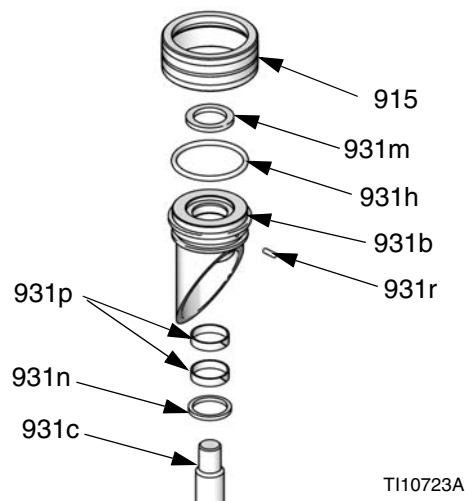

FIG. 37 : Coussinet de tige de piston S20
3. Dévissez le chapeau du cylindre (915) et retirez le boîtier de guide de tige (931b) de la tige de piston (931c). Consultez la FIG. 37.